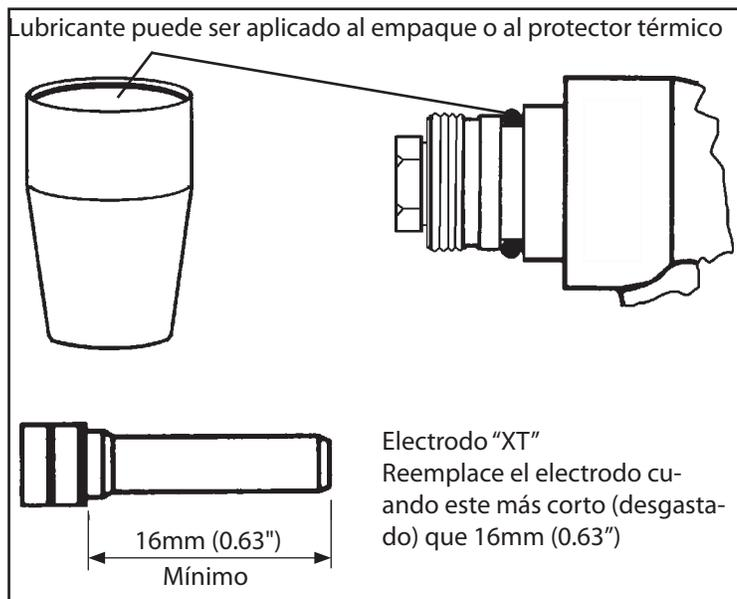

Figura 3-1 Mantenimiento del empaque y del electrodo
3. No utilice la antorcha si el electrodo este más corto (desgastado) que 16mm (0.63") consulte figura 3-1.
Aplique una pequeña cantidad de lubricante – 0558000443 (17672), que viene con el paquete de partes de reemplazo, al protector térmico o al empaque, como indicado en la Figura 3-1. Verifique las condiciones del empaque, lo reemplace caso necesario. El número de parte de este empaque es 0558000514 (950790).